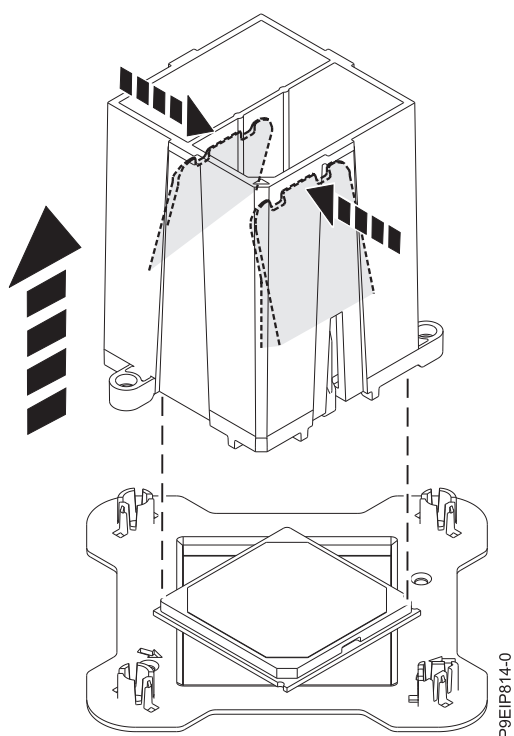

Figure 89. Dégagement du module de processeur système de l'outil
11. Appuyez sur les deux languettes de couleur bleue pour libérer le module de processeur système de l'outil, comme illustré dans la figure 89.